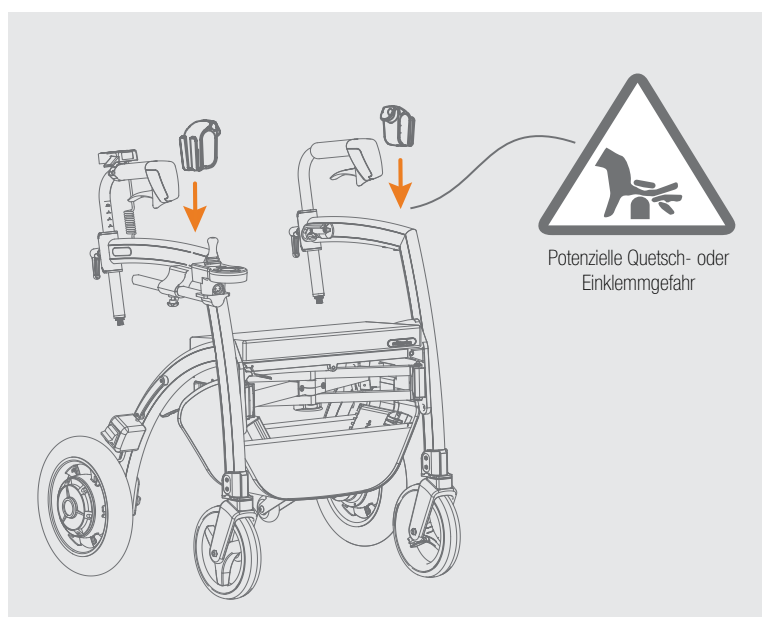

Abbildung 52: Befestigung des 3-in-1 Halters.
- b. Befestigen Sie die Halter, indem Sie sie auf den Rahmen drücken (**Abbildung 52**).